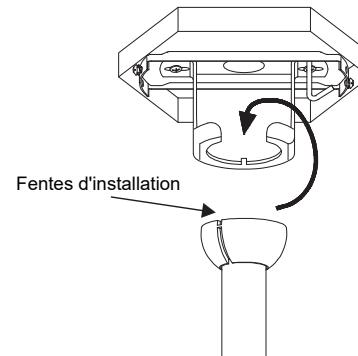

Fig. 7
**Étape 7.** Placez la rotule de la tige de suspension dans la prise du support de suspension (Fig 7). Tournez l'ensemble jusqu'à ce que Check Tab (languette de contrôle) se trouve dans Registration Slot (Fente d'installation) et qu'il soit fermement logé (Fig. 7).